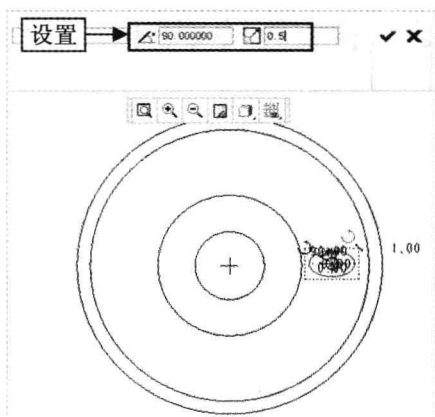

图 3-19 设置参数
Step 03 弹出“旋转调整大小”选项卡，分别在“以值或表达式的形式输入旋转角度”和“以值或表达式的形式输入缩放因子”数值框中输入 90 和 0.5，如图 3-19 所示。